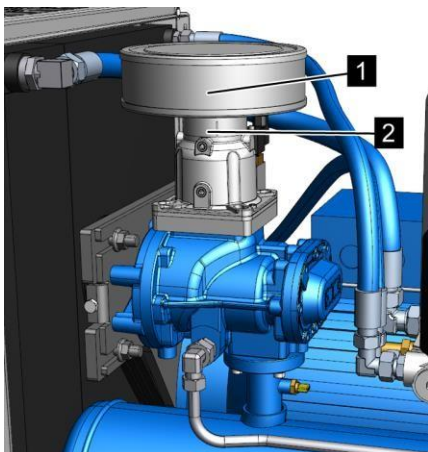

Рис. 42: Отсоединение хомутика
4. Отсоедините хомутик приемного фильтра (Рис. 42/2).
5. Извлеките старый приемный фильтр (Рис. 42/1).
6. Установите новый приемный фильтр (Рис. 42/1).
7. Затяните хомутик приемного фильтра (Рис. 42/2). ↗ Приложение В «Моменты затяжки винтов» на странице 119